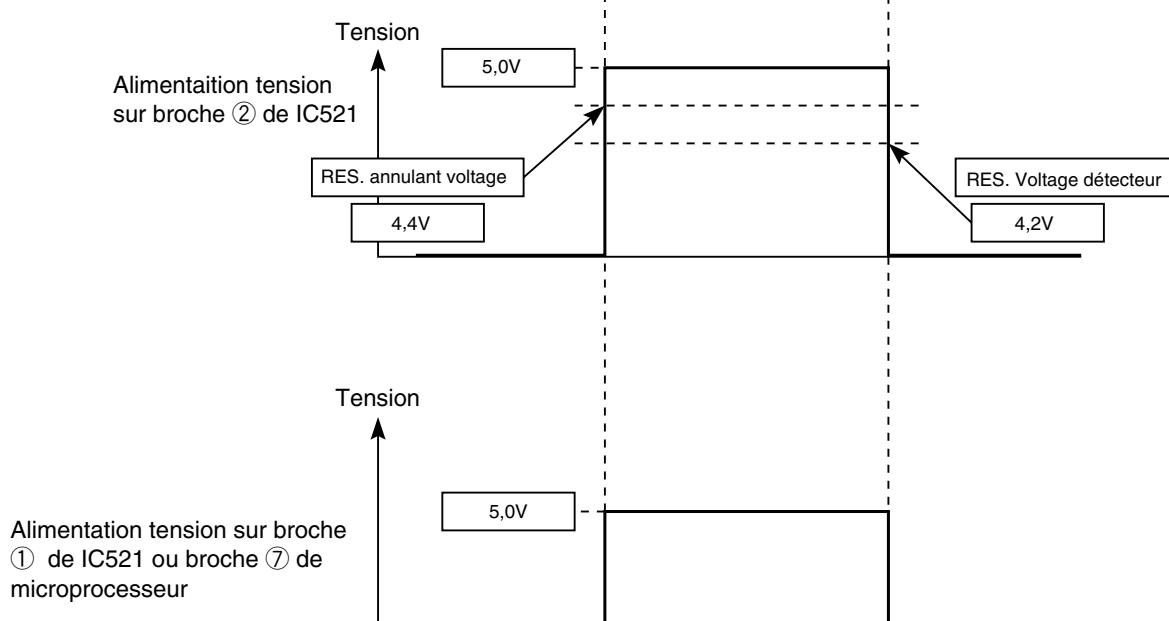

Fig.2-2
- Le microprocesseur opère quand la broche ⑦ du microprocesseur de l'unité intérieure (entrée de remise à zéro) est "Lo" pour la remise à zéro et "Hi" pour le chauffage.
- La forme d'onde de chaque partie à la commutation d'alimentation MARCHE et à l'extinction est indiquée sur la Fig. 2-2.
- Après la mise sous tension, la broche ① d'alimentation tension de IC521 et la broche ⑦ de microprocesseur deviennent Hi quand la ligne 5V CC augmente et atteint environ 4,4V ou plus. Alors, la remise à zéro sera annulée et le microprocesseur se remettra à fonctionner.
- Après l'extinction, la broche ① d'alimentation tension de IC521 et la broche ⑦ de microprocesseur deviennent Lo quand la ligne 5V CC baisse et atteint environ 4,2 V ou moins. Le microprocesseur sera alors en état de remise à zéro.